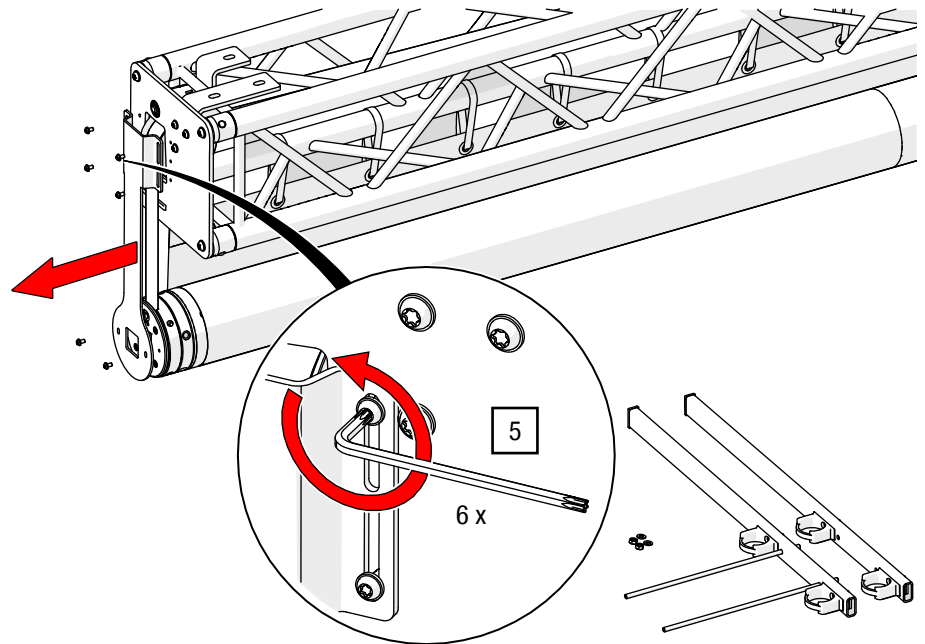

Abb. 15: Transportsicherung lösen
5. Lösen Sie die Sicherungsplatten an den Seiten mit TORX®-Schlüssel T30 (siehe Abb. 15).